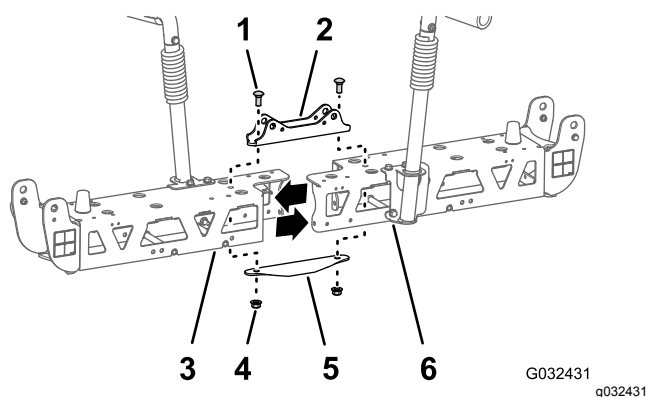

Figure 75
2. Retirez les 2 boulons de carrosserie (1/2 x 1-1/4") et les 2 contre-écrous (1/2") qui fixent le support de vérin étroit, les cadres en treillis droit et gauche, et la plaque de liaison étroite (Figure 75).